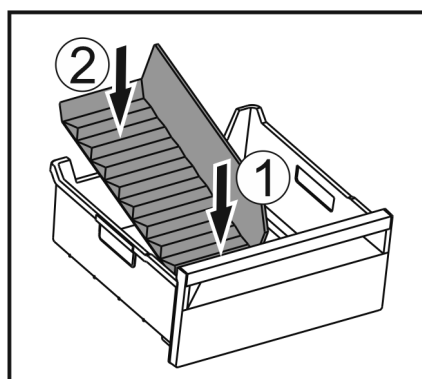

Fig. 75
- ▶ Inserire la parte anteriore del divisore dello scomparto del ghiaccio. Fig. 75 (1)
- ▶ Abbassare la parte posteriore del divisore dello scomparto del ghiaccio fino al fondo del cassetto. Fig. 75 (2)